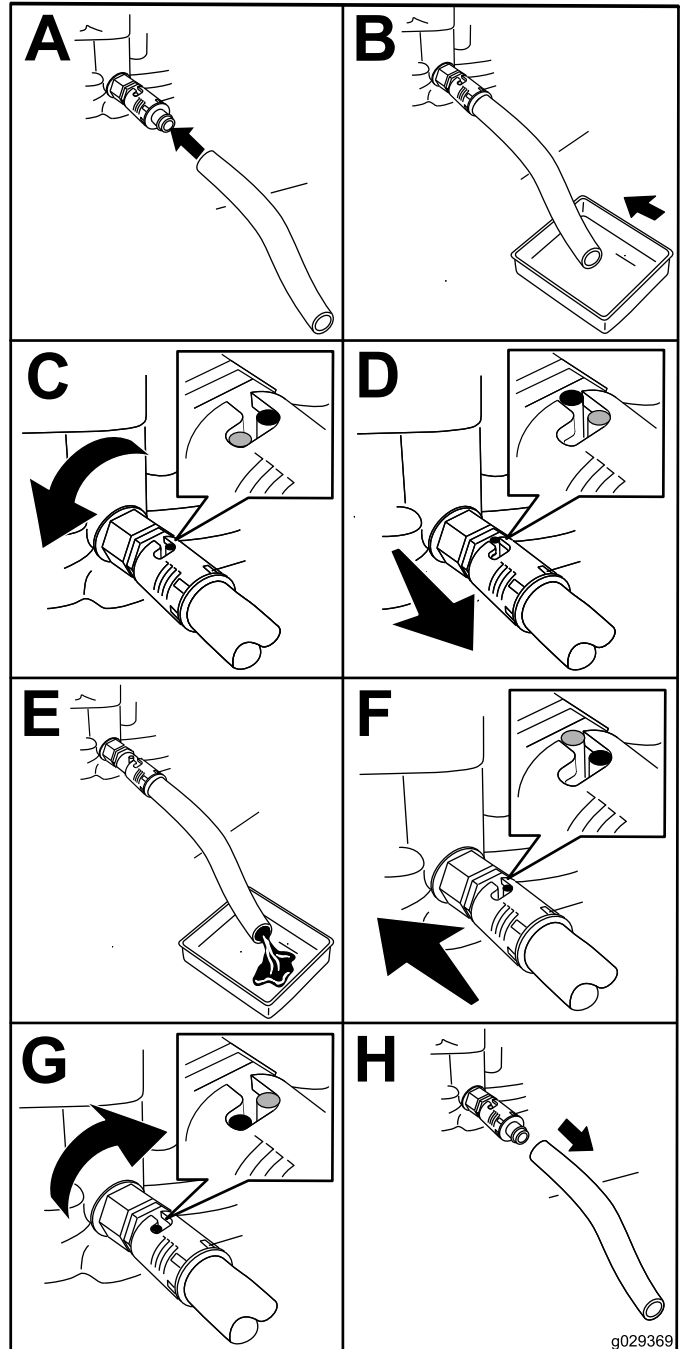

Figura 28
4. Drene el aceite del motor (Figura 28).